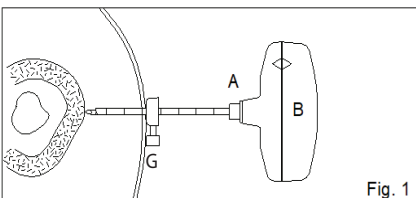

Fig. 1
FIG. 1 Dependiendo de la profundidad del hueso que debe alcanzarse, ajuste el indicador de profundidad (G) en la cánula de corte (A) a un marcador de centímetro adecuado y ajuste para ofrecer guía visual. Introduzca al girar en sentido antihorario la cánula de corte y el estilete con punta de trocar ensamblados (A+B) hasta que se enganchen con la superficie de hueso. Nota 1: Para proteger el tejido blando debe aplicarse un giro en sentido antihorario durante la inserción a través del tejido blando.